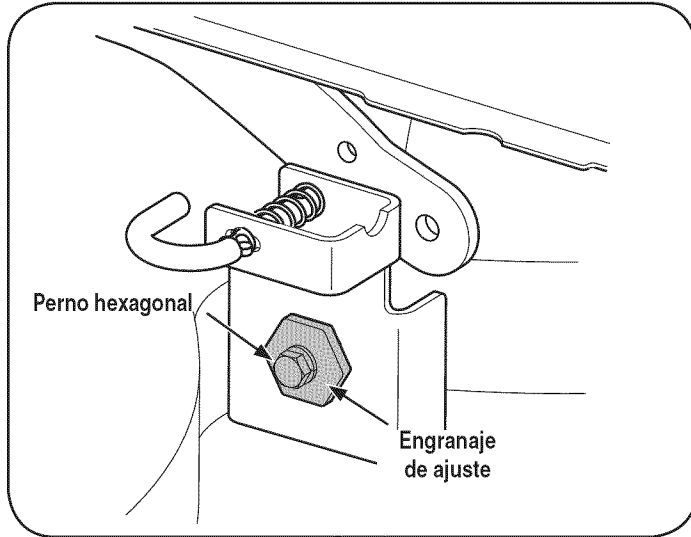

Figura 27
3. Afloje, pero NO extraiga, el perno de cabeza hexagonal ubicado en la ménsula de suspensión izquierda de la plataforma. Vea la Figura 27.
4. Con una llave, levante o baje el lado izquierdo de la plataforma girando el engranaje de ajuste. Vea la Figura 27.